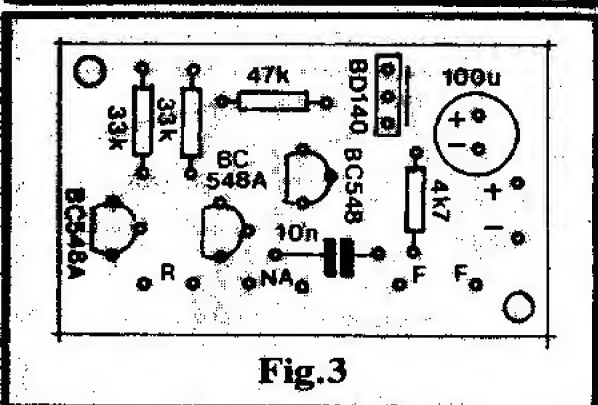

Fig. 3
- FIG. 3 - "CHAPEADO" DA MONTAGEM - A figura mostra o "outro lado" (não cobreado) da placa, já com as principais peças devidamente posicionadas... Códigos, polaridades, valores, etc., estão todos indicados, de modo a facilitar a interpretação... Lembramos que os maiores cuidados e atenções devem - como sempre - ser dedicados aos componentes polarizados (transistores e capacitor eletrolítico, no caso...). Os "BCs" têm sua posição referenciada pelo lado "chato", enquanto que o "BD" deve ser posicionado levando-se em conta a sua face metalizada, que deve ficar voltada para o local ocupado pelo capacitor eletrolítico... Cuidado